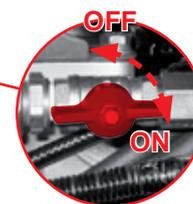

Fig. 37
Reguler blæseren med vippekontakten pos. 8 (fig. 37). Blæserens omdrejningstal kan indstilles på to trin: